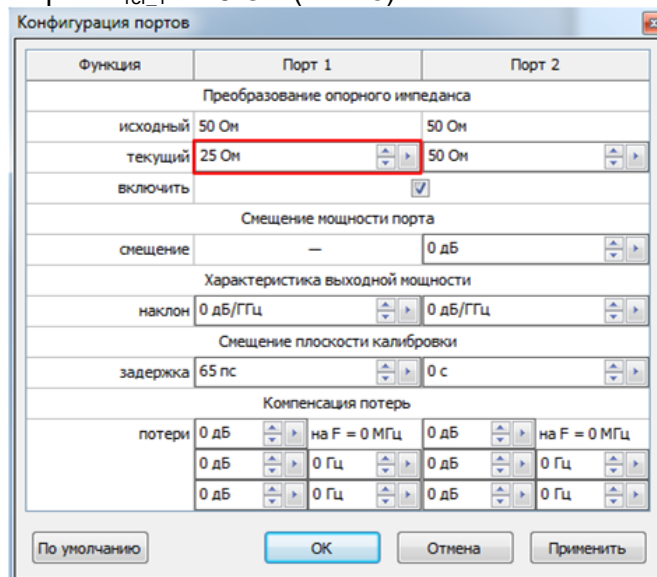

Рис. 8. Изменение опорного импеданса при измерении Beatty-стандарта.
11. В меню «Калибровка -> Конфигурация портов» установить значение опорного импеданса для первого порта $Z'_{ref,1} = 25 \text{ Ом}$ (Рис. 8).